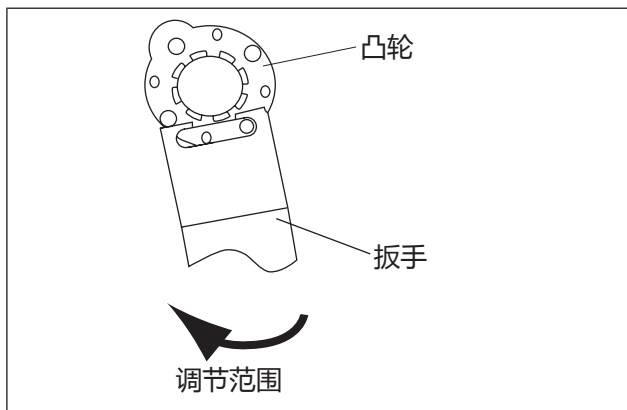
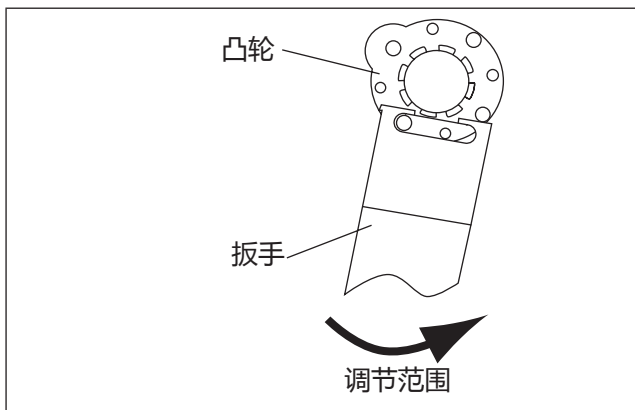

图 12： 顺时针设置限位开关
图 13： 逆时针设置限位开关
- 使用合适的钥匙调整两个上部凸轮（参见“图 12”和“图 13”）。